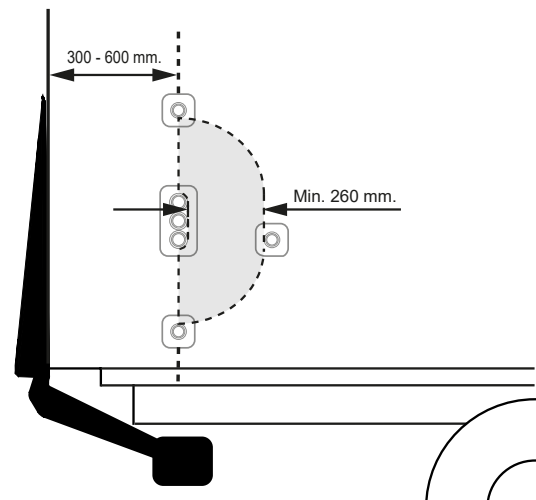

Abbildung 23. Montage der Bedienvorrichtung bei zueihändiger Bedienung
2. Der Abstand zwischen der hinteren Kante des Fahrzeugs und der Mitte der Bedienvorrichtung muss 300-600 mm betragen. Der Abstand zwischen den Bedienvorrichtungen muss mindestens 260 mm betragen. Siehe Abbildung 23.